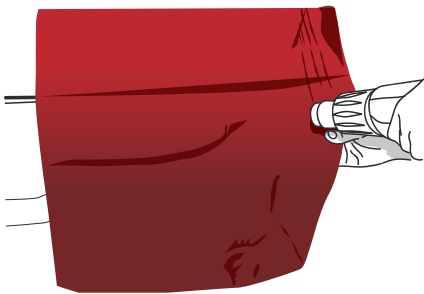

Figure 11
- › Chauffer le vinyle entre 40°C et 50°C. (FIG. 11)